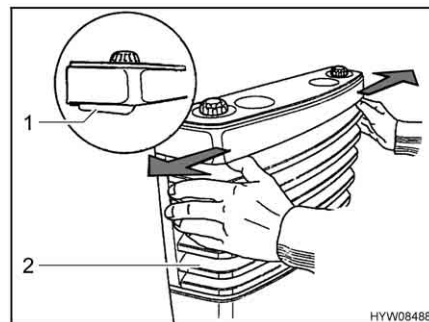

Bild 146 Ta bort höljets framdel från värmeaggregatet
- Tag bort värmeaggregatets hölje (Bild 146,2). Tryck de båda låshakarna (Bild 146,1) utåt samtidigt och fäll höljet framåt.